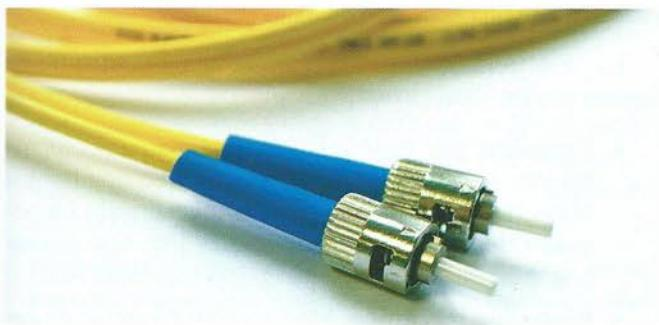

Figura 6.71. Conector ST.
- **Conector ST de punta recta (Straigh Tip).** Este tipo de conector (Figura 6.71) es una marca registrada de AT&T, y durante mucho tiempo ha sido uno de los conectores más utilizados para finalizar fibras ópticas multimodo, aunque actualmente se utiliza menos. Su diseño está inspirado en los conectores BNC para cable coaxial, que se caracterizan por su montaje en bayoneta con un casquillo largo que aloja la fibra. Este conector óptico se considera de segunda generación.